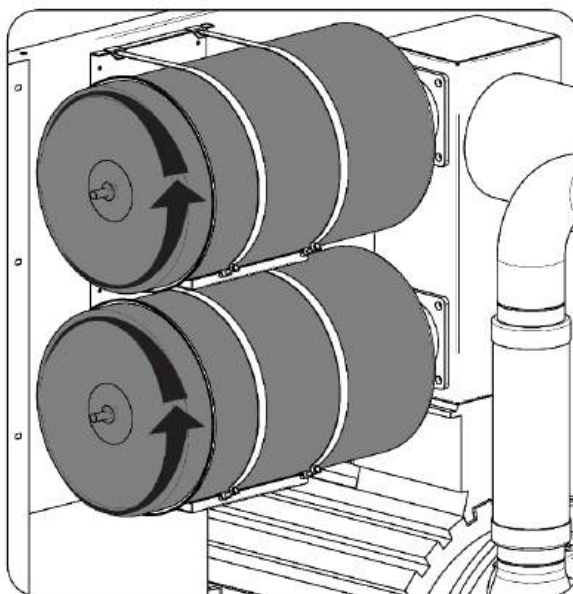

Рисунок 5 – Замена картриджа фильтра воздушного
- отвинтить гайку-барашек, фиксирующую крышку корпуса фильтра воздушного и снять крышку (см. рисунок 5);